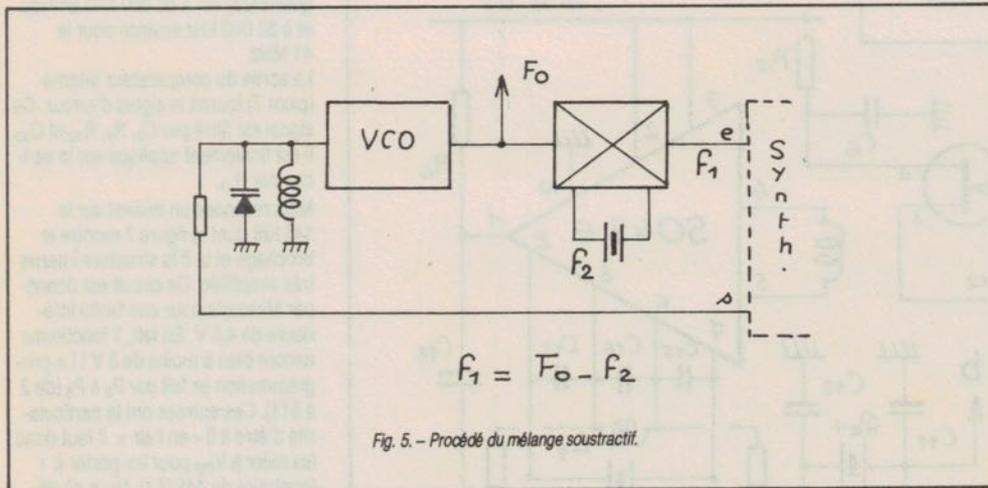

Fig. 5. - Procédé du mélange soustractif.
3. CONTROLE INDIRECT DU VCO (voir fig. 5)
seule manière d'éviter les réceptions « fantômes » ! Dans la solution de la figure 5, le VCO oscille bien sur la fréquence désirée mais le signal subit une réduction de fréquence par mélange soustractif, pour le rendre compatible avec les possibilités du diviseur programmable. Ainsi, si $F = 71\ 695\ \text{kHz}$ et $f_2 = 60\ 000\ \text{kHz}$, on a $f_1 = 71\ 695 - 60\ 000 = 11\ 695\ \text{kHz}$. Le synthétiseur « voit » f_1 et c'est cette valeur qu'il verrouille au pas de 5 kHz, par exemple. Mais si $f_1 = F - f_2$ alors $F = f_1 + f_2$ et cette fréquence est elle aussi verrouillée au pas de 5 kHz ! Notons le bon rendement du mélange soustractif permettant souvent une attaque directe du diviseur et la possibilité de réduire f_1 autant qu'on le veut jusqu'à compatibilité avec le diviseur choisi.